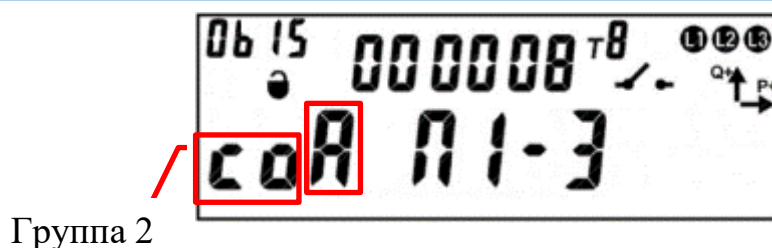

Рисунок 170 – Окно текущего состояния пломбы.
6.14.21 Для пломбирования крышек корпуса и зажимов счетчика кнопкой, необходимо перейти в окно текущего состояния электронной пломбы⁵¹ (см. рисунок 170). Убедится, что «Отложенное пломбирование» разрешено: в группе 2 ЖКИ отображен символ **A**. Убедится, что пломбируемые крышки закрыты: в группе 2 – на ЖКИ отображен символ **so** для каждой пломбы.